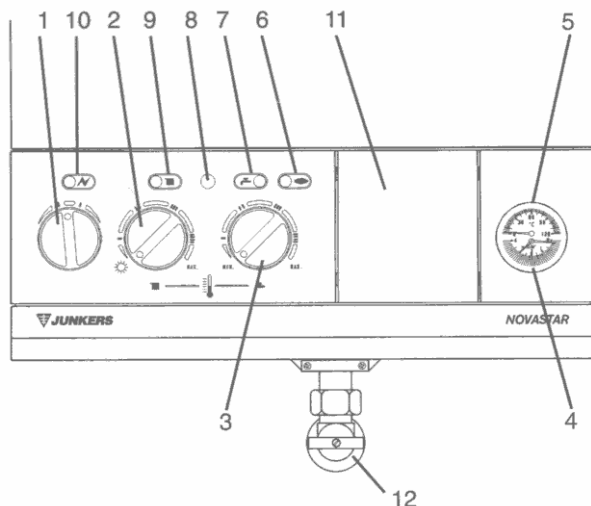

Fig. 14: Comandi dell'apparecchio
- Controllare che la corrente elettrica di alimentazione dell'apparecchio sia disinserita e che il rubinetto di alimentazione del gas sia chiuso (vedi Fig. 14).
- **Lampeggio lento (circa una volta al secondo):** la caldaia si riattiva premono il pulsante di sblocco (vedi Fig. 14, pag. 13).
- **Lampeggio veloce (circa cinque volte al secondo):** la caldaia si riattiva ripetendo l'operazione di accensione della caldaia tramite l'interruttore elettrico (vedi Fig. 14, pag. 13)